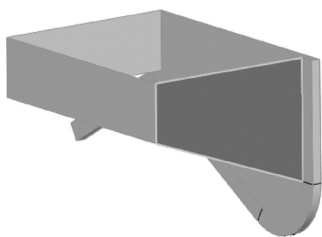

图 4-54 创建平面区域
STEP 9 单击“曲面”工具栏中的“边界曲面”按钮, 在同一个方向上选择“输送槽”右侧的一对边线生成边界曲面, 如图 4-54 所示。